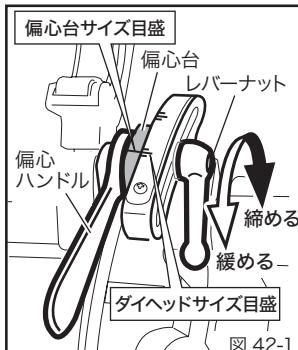
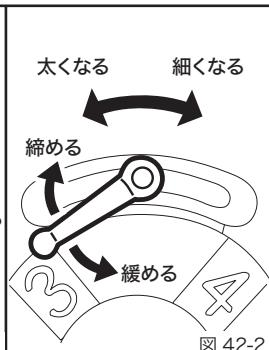

図 42-1
図 42-2
①ねじ切り寸法を合わせる時には、偏心ハンドルを必ず手前に倒してから、ダイヘッドのねじ切りサイズ寸法と偏心台の目盛を合わせてください。(図 42-1)
②レバーナットは手でしっかりと締めるだけで充分です。ハンマー等で叩き締めする必要はありません。
③太め、細めのねじを切るには、偏心台の目盛をサイズ目盛の線より手前にはずらして合わせると太く、反対に向側にずらして合わせると細く切れます。(図 42-2)